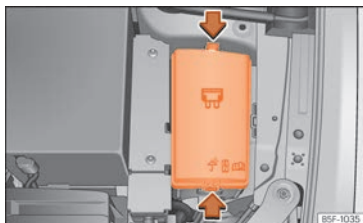

Fig. 105 En el vano motor: tapa de la caja de fusibles.
- Presione las pestañas de bloqueo para desbloquear la tapa de la caja de fusibles » » » **fig. 105.**